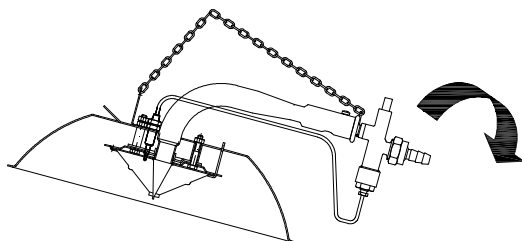

Fig. 11
- Girar el aparato según indica la Fig.11. Es importante que en ningún caso el polvo acumulado en el tubo pueda caer en el interior del cono interior.
- Once the system is in the position shown in Fig.11, gently shake it (including tapping lightly on the tube elbow) to ensure that the dust is freed from the tube walls.
- L'appareil se trouvant dans la position indiquée sur la Fig. 11, secouer celui-ci légèrement (et même en le frappant légèrement sur le coude du tube) afin de décoller la poussière des parois du tuyau.